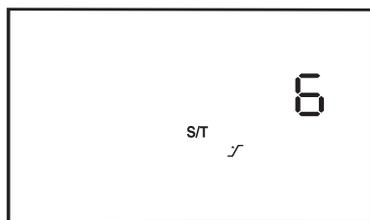

Figura 6-9 Ecrã de definição do tempo de aumento
NOTA: Se o ecrã apresentado na Figura 6-9 não aparecer no visor, não pode ajustar esta definição.
1. No ecrã de monitorização ou do modo em espera (standby), pressione a tecla direita do utilizador até chegar a este ecrã. O ecrã de definição do tempo de aumento encontra-se ilustrado na Figura 6-9.